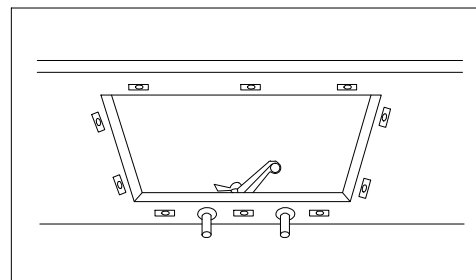

Figura 3
5. Ubique los orificios de taladrado en la parte inferior de la encimera, a alrededor de 1" del borde del fregadero que va a instalar. Los orificios deberían tener una separación uniforme de alrededor de 6" a 8" desde cada una de las esquinas, como se muestra en la Figura 3. Se recomienda instalar un grifo en este momento, antes de instalar el fregadero.